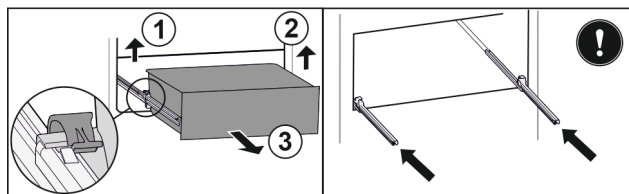

Fig. 78
- ▶ Ridicați clema din stânga și trageți concomitent sertarul din stânga spre înainte. Fig. 78 (1)
- ▶ Ridicați clema din dreapta și trageți concomitent sertarul din dreapta spre înainte. Fig. 78 (2)
- ▶ Extrageți sertarul spre înainte. Fig. 78 (3)